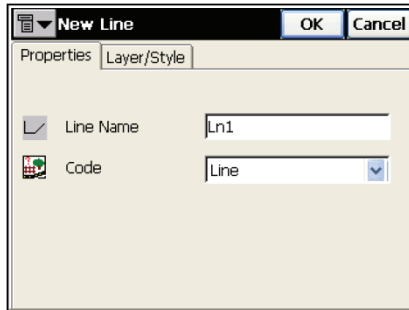

Figura 2-20. Propiedades de la nueva línea
- **New Line:** si se selecciona esta opción, se mostrará la pantalla *New Line* (Figura 2-20 en la página 2-21), en la que se pueden introducir datos de propiedades y de representación gráfica de la nueva línea. TopSURV permite la creación de tantas nuevas líneas como códigos se hayan seleccionado para el punto (la pantalla *New Line* se mostrará tantas veces como códigos haya seleccionado o solo una vez si no se selecciona ninguno). El punto actual formaría parte de todas las líneas nuevas, al igual que los puntos siguientes.